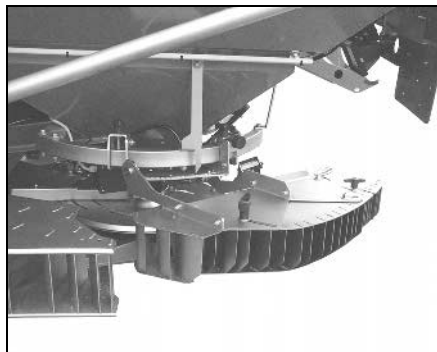

Fig. 45
- Sänk med hjälp av hydrauliken ner gränsspridningsskärmen i arbetsläge (Fig. 45).